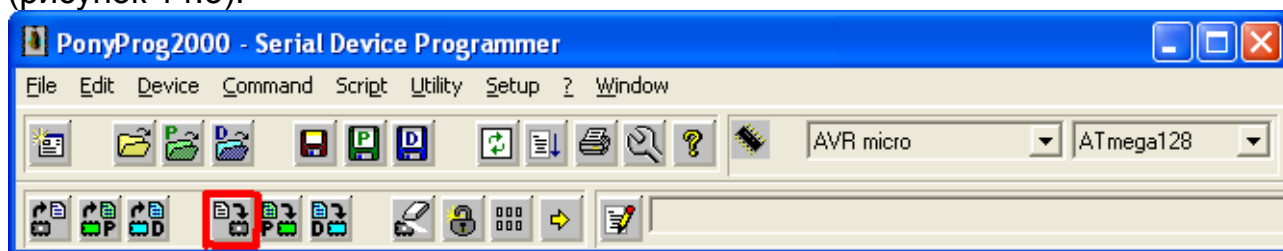
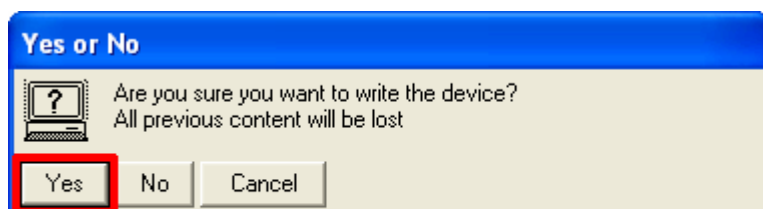
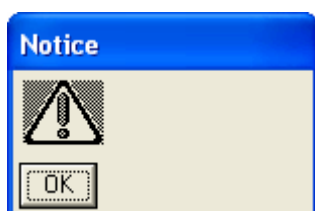

Рис. 14.1 – Главное окно Pony Prog.
Рис. 14.2 –Окно Yes or No.
Рис. 14.3 – Окно подтверждения.
3.27 В меню главного окна (рисунок 14.1) нажать на значок Write Device (позиция 1). В появившемся окне (рисунок 14.2) нажать YES (позиция 1). Должна появиться линейка процесса. Дождаться завершения процесса. По завершении должно появиться сообщение Write Successful, нажать OK (рисунок 14.3).